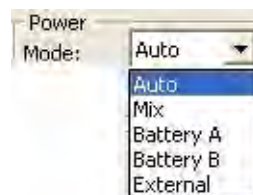

Рисунок 2-12. Power mode
5. В закладке *General* в самораскрывающемся списке *Power* выберите необходимый источник питания (Рис. 2-12):